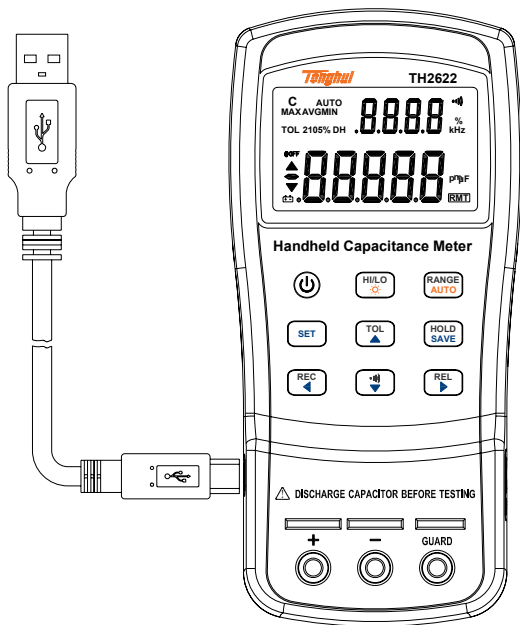

图 26 通讯连接
2. 用 Mini-USB 线连接仪器与 PC 的 USB 端口（如图 26）